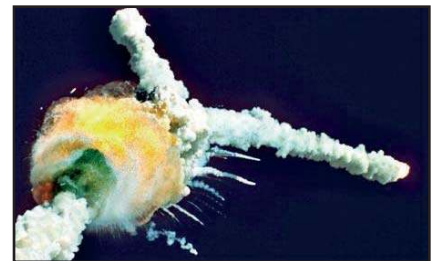

Fig. 3 Explosion de Challenger
- Lorsque la capsule spatiale ou la navette effectue sa rentrée dans l'atmosphère, au retour d'un voyage autour de la Terre, le revêtement extérieur voit sa température s'élever à mesure que l'énergie cinétique et l'énergie potentielle de pesanteur de la navette diminuent (Fig.3).